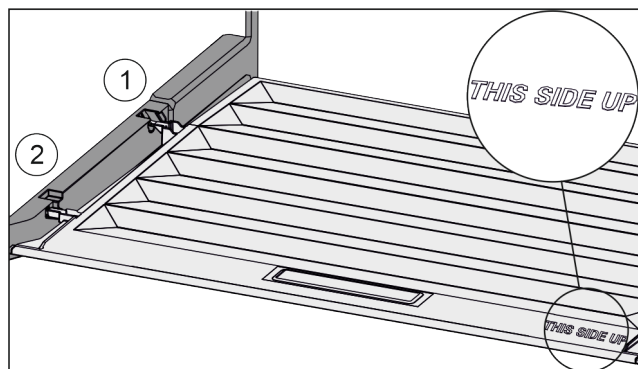

Fig. 36
- ▶ Ramiona pokrywy wprowadzić ponad otworem tylnego uchwyty Fig. 36 (1) i zazębić z przodu w uchwycie Fig. 36 (2).